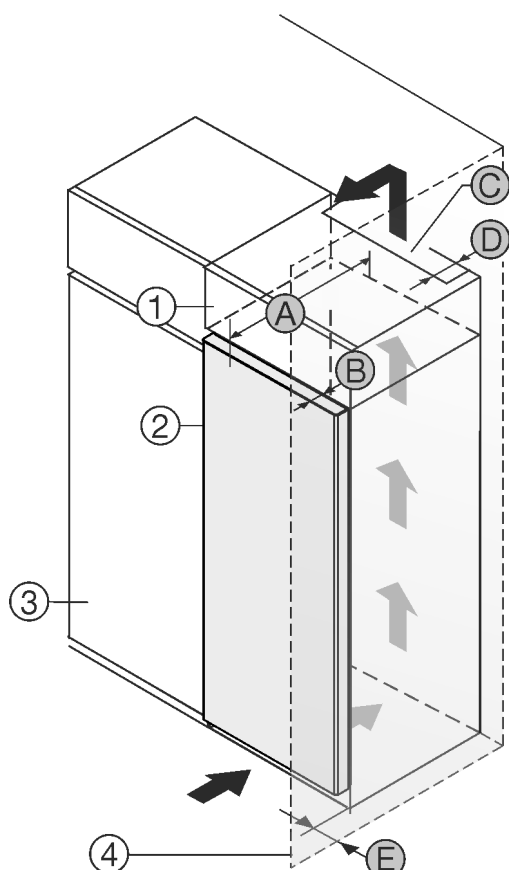

Fig. 1
Gerät direkt neben dem Küchenschrank Fig. 1 (3) aufstellen.\*
Gerät mit Abstand von 5 cm zwischen Gerät und Küchenschrank Fig. 1 (3) aufstellen.\*
An der Rückseite des Aufsatzschrankes muss ein Abluftschacht mit der Tiefe Fig. 1 (D) über die gesamte Aufsatzschrankbreite vorhanden sein.\*
Unter der Raumdecke muss der Entlüftungsquerschnitt Fig. 1 (C) eingehalten werden.\*
Wenn das Gerät mit den Scharnieren neben einer Wand Fig. 1 (4) aufgestellt wird, muss der Abstand zwischen Gerät und Wand mindestens 40mm betragen. Dies entspricht dem Griffüberstand bei geöffneter Tür.\*